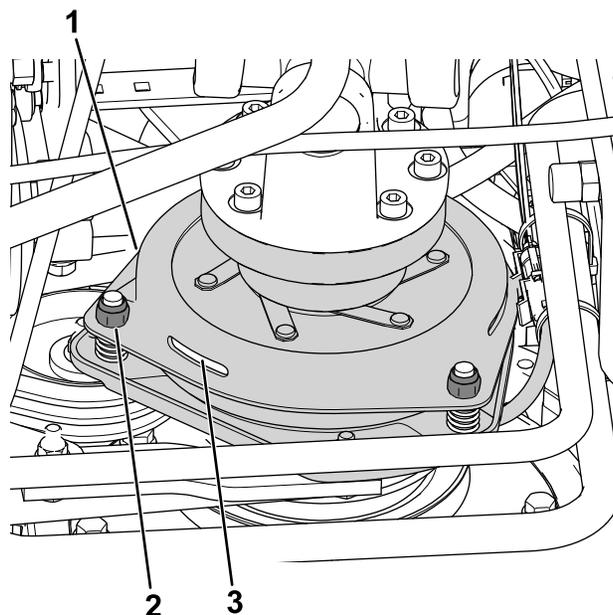

Figure 76
3. Réglez l'entrefer de façon à pouvoir passer une jauge d'épaisseur de 0,3 mm entre la garniture d'embrayage et la plaque de frottement en poussant légèrement (Figure 76).
Remarque: Pour diminuer l'entrefer, tournez les écrous de réglage dans le sens horaire (Figure 76). L'entrefer ne doit pas dépasser 0,6 mm. Réglez les 3 entrefers à 0,4 mm.